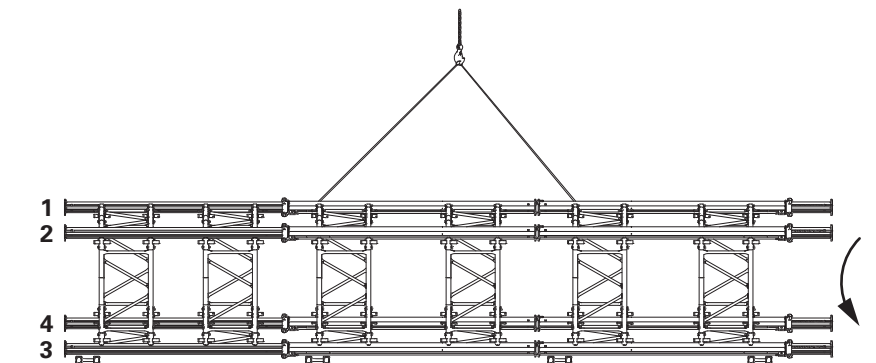

Fig. A3.08
2. Agganciare la torre su un lato con gancio a 2 funi, simmetricamente rispetto all'altezza. (Fig. A3.08)